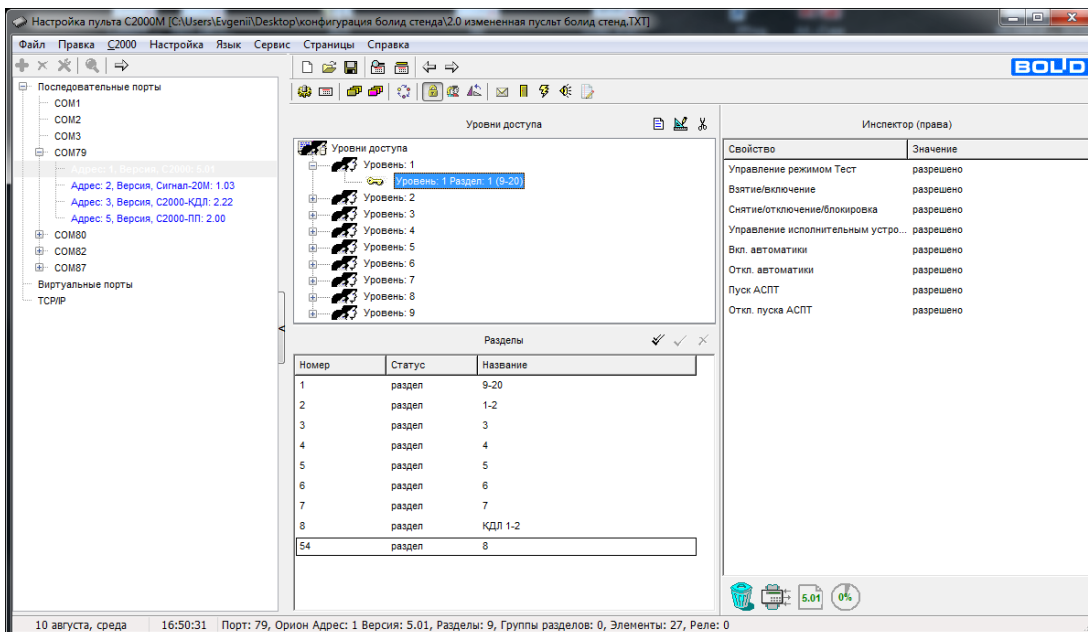

Рисунок 8.
4.3. Переходим к созданию уровней доступа (соответствующие возможности управления определенным разделом/разделами). Рисунок 8.